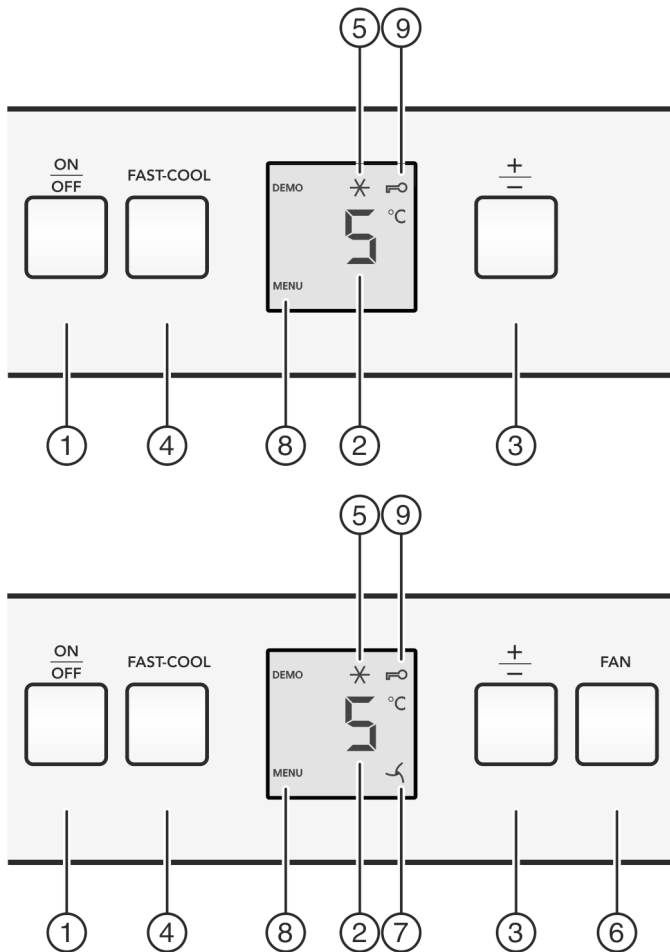

Fig. 2
- Appuyez sur la touche marche/arrêt Fig. 2 (1).
- Appuyer environ 5 secondes sur la touche Fast-Cool Fig. 2 (4).
- ▷ Le symbole Menu Fig. 2 (8) apparaît dans l'affichage.
- Confirmer brièvement avec la touche Fast-Cool Fig. 2 (4).
- ▷ Le symbole Sécurité enfants Fig. 2 (9) s'allume dans l'affichage.
- Appuyer brièvement sur la touche On/Off Fig. 2 (1).
- ▶ Appel de la fonction température : appuyer sur la touche de réglage « +/- » Fig. 2 (3).
- ▶ Modifier la température en étapes de 1 °C : appuyer plusieurs fois sur la touche de réglage « +/- » Fig. 2 (3) jusqu'à ce que la température choisie s'allume dans l'affichage de la température.
- ▶ Appuyer brièvement sur la touche Fast-Cool Fig. 2 (4).
- ▷ Le symbole Fast-Cool Fig. 2 (5) s'allume dans l'affichage.
- ▷ Le symbole Fast-Cool Fig. 2 (5) s'éteint dans l'affichage.